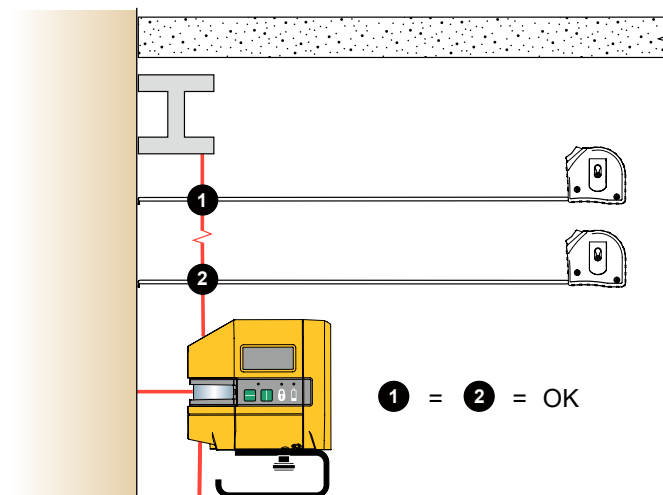

Figur 5. Nye i lod-markeringer
2. Centrér den nedadrettede laser over krydsmærket. Se Figur 5.